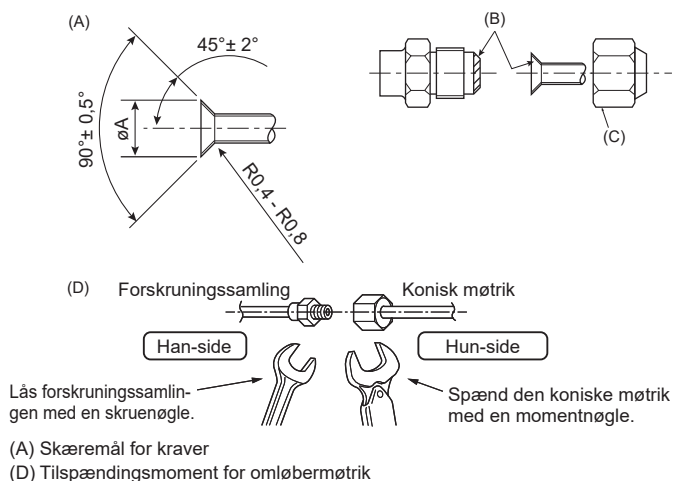

Fig. 4-1
(A) (Fig. 4-1)
(D) (Fig. 4-1)
4.2. Forbindelsesrør (Fig. 4-1)
- Kom et tyndt lag køleolie på rør og samlingsoverflade, før stramning af brystmøtrikken. (A)
- Anvend 2 skruenøgler til at spænde rørforbindelserne. (D)
- Påfør kølemaskineolie på hele opkravningssædets overflade. (B)
- Brug koniske møtrikker til følgende rørstørrelse. (C)